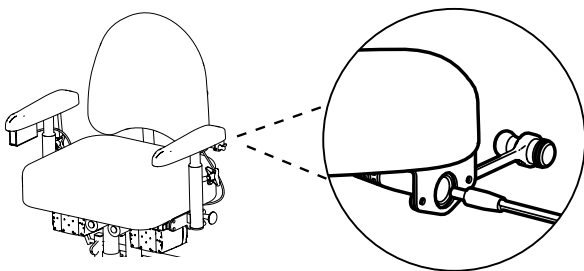

Figure 2.5. Connexion de la fiche à la prise de charge sous l'accoudoir.
1. Brancher la fiche du chargeur sur la prise de charge (voir figure 2.5). La prise de charge est normalement située à l'arrière de l'accoudoir gauche, mais elle peut aussi être située ailleurs, par exemple sous l'assise.
2. Brancher la prise mâle du chargeur (3) sur la prise murale. La LED du chargeur indique que la recharge s'effectue.